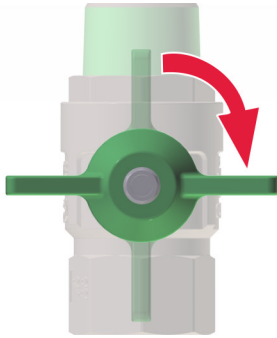

Abb. 91: Kugelhähne schließen
1. ➤ Alle Kugelhähne (Abb. 91) am Frischwarmwassermodul schließen.